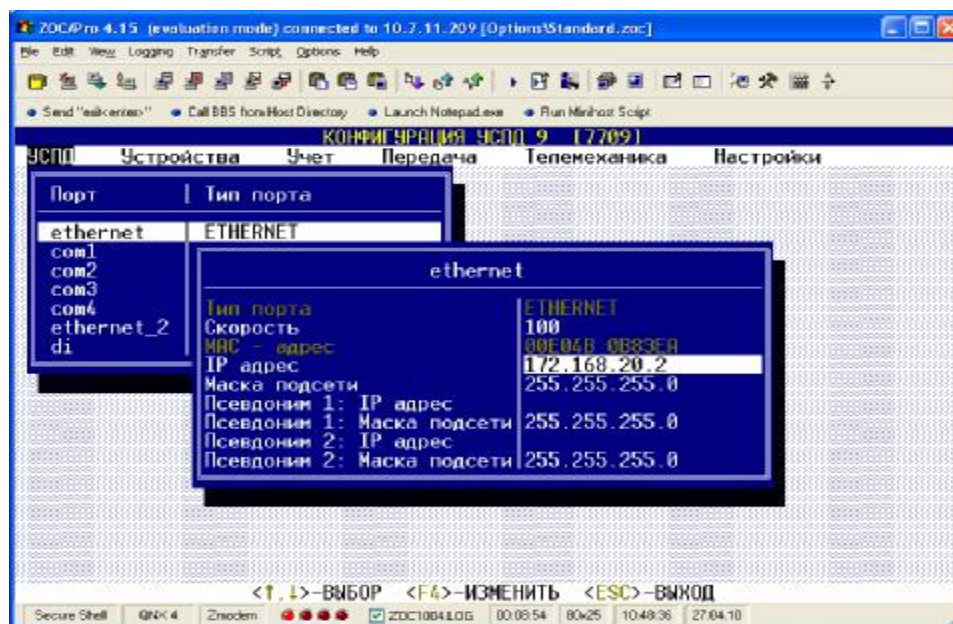

Рисунок 18
6.5.1.1. Подключить УСПД к Интернет по одному из Ethernet интерфейсов. Для этого при статической адресации установить на заданном интерфейсе статический IP-адрес и маску подсети в окне «Конфигурация» => «УСПД» => «Порты» => требуемый порт рисунок 18.